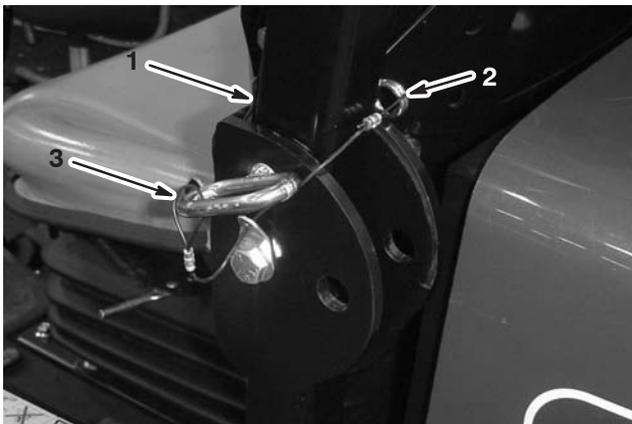

Figure 11
1. Retirez les goupilles fendues puis les deux axes (Fig. 11).
2. Relevez complètement l'arceau de sécurité puis insérez les deux axes et fixez ces derniers avec les goupilles fendues (Fig. 11).